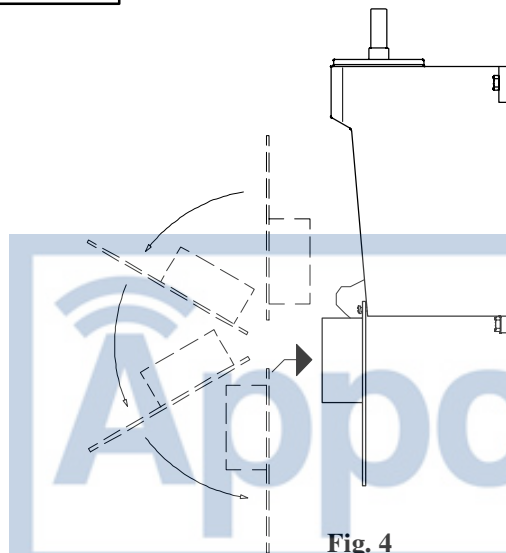

Fig. 4
- Drehen Sie die Abdeckung 180 um die eigene Achse, sodass die Oberseite nach unten zeigt, und hängen Sie sie an den vorher gelockerten Schrauben "A" auf (Abb. 4). So werden die Installationskomponenten (Abb. 5) hervorragend sichtbar und der elektrische Anschluss des Antriebs kann problemlos vorgenommen werden.